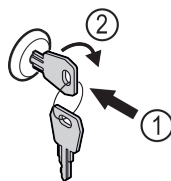

Fig. 207
- ▶ Sæt nøglen i. Fig. 207 (1)
- ▶ Drej nøglen 90° med uret. Fig. 207 (2)